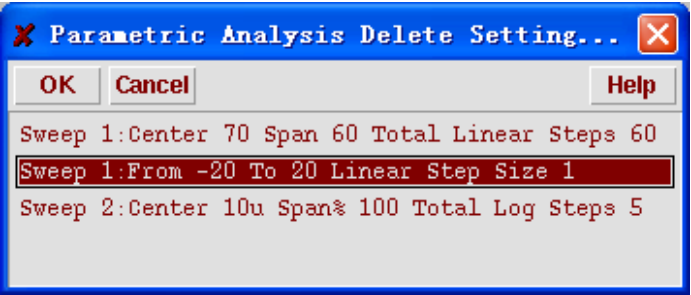

图 9.29 扫描范围的删除设定
- 删除扫描范围：选择“Setup”菜单，然后选择“Delete Range Specification”。“Parametric Analysis Delete Setting”窗口将弹出。我们在里面选择要删除的仿真范围，例如“Sweep1”的“-20~20”范围，如图 9.29 所示。